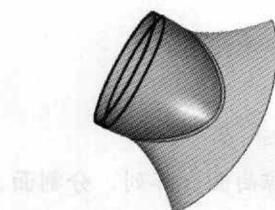
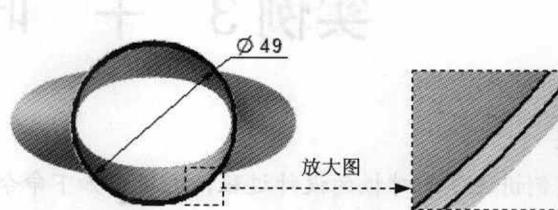

图 2.13 拉伸特征 1
图 2.14 截面草图
Step11. 创建图 2.13 所示的拉伸特征 1。
- (1) 选择命令。在 **实体** 区域中单击  按钮。
- (2) 定义特征的截面草图。选取俯视图 (XY) 平面作为草图平面, 进入草绘环境; 绘制图 2.14 所示的截面草图(此草图为一个直径值为 49 的圆和一个取自于模型内边线的圆组成), 单击  按钮。
- (3) 定义拉伸属性。在“拉伸”命令条中单击  按钮, 确认  与  按钮不被按下, 在 **距离:** 下拉列表中输入 4.0, 并按 Enter 键, 在图形区空白区域单击。
(4) 单击“拉伸”命令条中的**完成**按钮，单击**取消**按钮，完成拉伸特征1的创建。